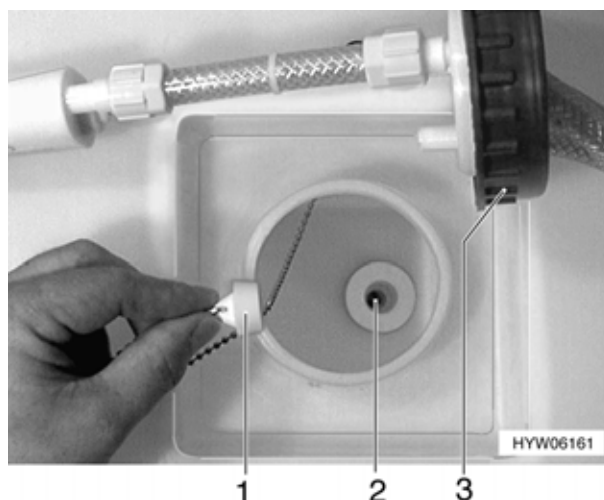

Fig. 145 Serbatoio dell'acqua potabile, tappo di chiusura (variante 1)
Variante 1 (Fig. 145):
- Chiudere l'apertura di scarico (Fig. 145,2) nel serbatoio dell'acqua potabile con il tappo di chiusura in dotazione (Fig. 145,1).
- Estrarre il tappo di chiusura (Fig. 145,1).